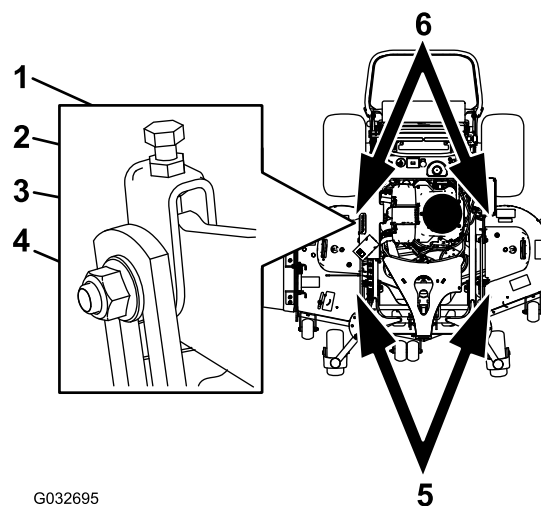

Figure 91
1. Desserrez l'écrou de blocage et l'écrou latéral dans les chapes que vous voulez régler (Figure 91).
2. Tournez le boulon supérieur de ces chapes pour régler la hauteur du tablier de coupe (Figure 91).
5. Si la mesure n'est pas correcte, localisez les 2 chapes avant sur la machine (Figure 91).